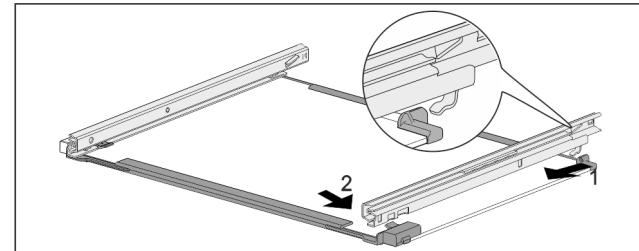

Fig. 152 Glasplatte mit Schienen
- Schiene hinten einhaken. Fig. 152 (1)
- Schiene vorne einrasten. Fig. 152 (2)